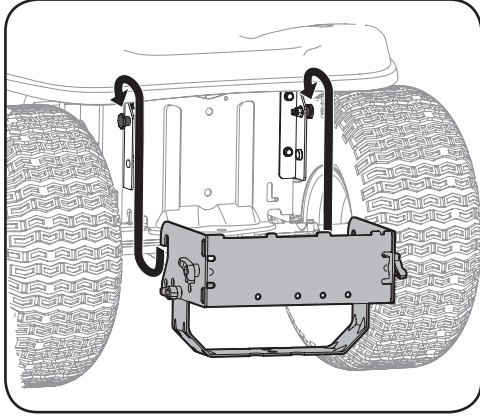

Figura 4-7
1. Coloque los extremos con gancho del conjunto de montaje sobre los pernos con reborde, como en la Figura 4-7, sobre los soportes de montaje instalados previamente en el tractor y alinee el orificio central de la ménsula de soporte del enganche con el orificio del enganche del tractor.